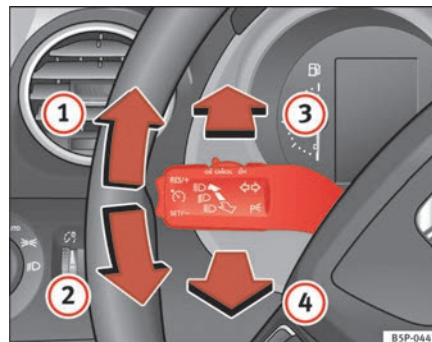

Abb. 77 Blinker- und Fernlichthebel
- Drücken Sie den Hebel nach vorne $\Rightarrow$ Seite 122, Abb. 77 , um das Fernlicht einzuschalten.